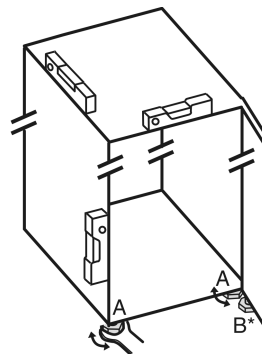

Fig. 46
- ▶ Stellfüße Fig. 46 (A) mit beiliegendem Gabelschlüssel und mit Hilfe einer Wasserwaage herausdrehen, bis das Gerät fest und ebenstehend ausgerichtet ist.
- ▶ Stellfuß Fig. 46 (B) am Lagerbock mit beiliegendem Gabelschlüssel herausdrehen, bis er auf dem Boden aufliegt.
- ▶ Stellfuß Fig. 46 (B) um 90° weiter drehen.